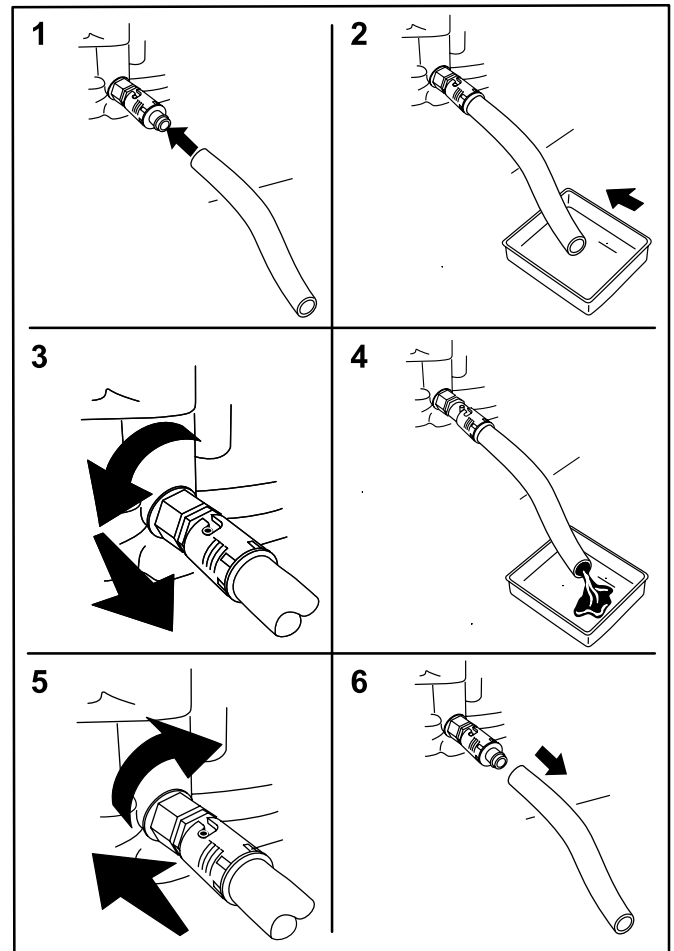

Рисунок 28
4. Установите сливной шланг на вентиль для слива масла из двигателя (Рисунок 28).
5. Поместите другой конец шланга в подходящий контейнер для масла (Рисунок 28).
6. Поверните маслозаливной кран на 1/4 оборота против часовой стрелки, чтобы начать слив масла (Рисунок 28).
7. После того как все масло стечет, закройте маслосливный кран, повернув его на 1/4 оборота по часовой стрелке (Рисунок 28).